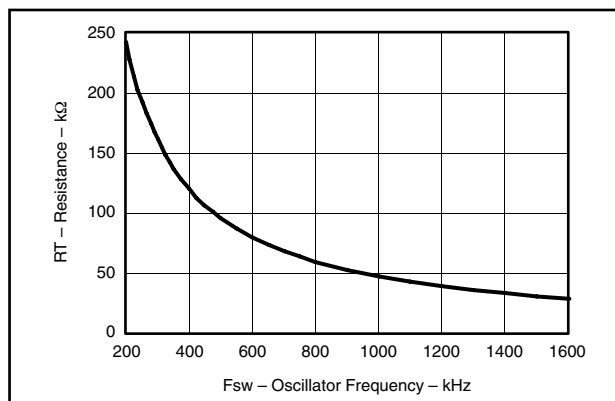

図1. RT 設定抵抗 vs スwitchング周波数
特定のスイッチング周波数に対するRT抵抗を決定するには、式 (4) を用いるか、図1の曲線を使用します。ソリューション・サイズを小さくするには、スイッチング周波数をできるだけ高く設定しますが、電源効率と最小制御可能オン時間の間でトレードオフを考慮する必要があります。